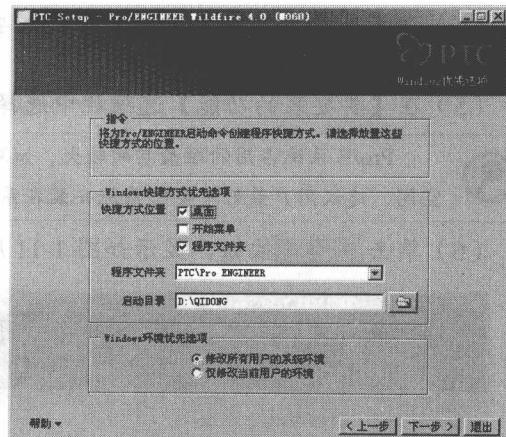

图 1-16 选择快捷方式
(11) 点击  按钮，显示如图 1-16 所示的对话框，在【Windows 快捷方式优先选项】选项组中选择合适的快捷方式。